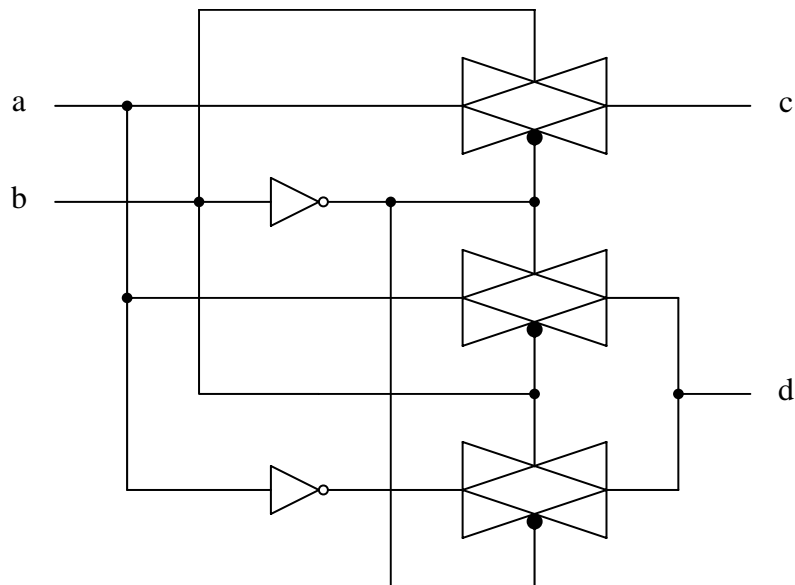

Abbildung 4.2: Schaltung mit Transferegates
Gegeben sei im Folgenden die Schaltung aus Abbildung 4.2.
- d) Welche Funktion wird mittels der Schaltung aus Abbildung 4.2 realisiert? Füllen Sie die zugehörige Wahrheitstabelle 4.1 aus!